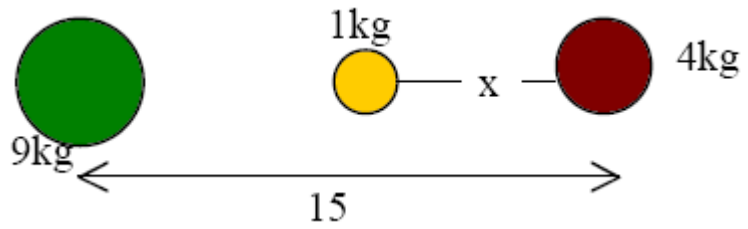

Figura 2
6. A figura 2 mostra 3 massas numa linha. A força na massa de 1kg é zero se a distância em metros é: